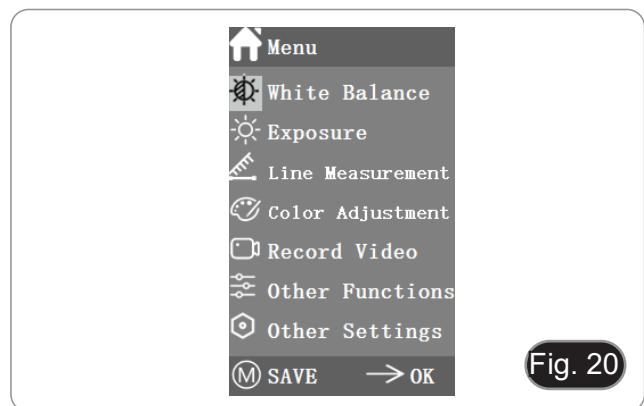

Fig. 20
- La posición del cursor actual (es decir, la posición del ícono resaltado) es la opción de la función de balance de blancos. (Fig. 20)